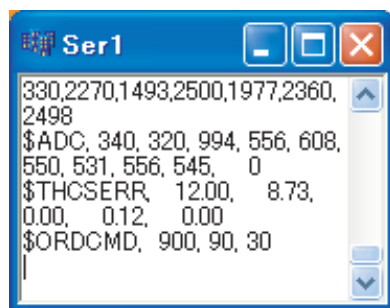

図 2.18: ダウンリンクデータの確認
- Ser1 ウィンドウ (図 2.18) がメインウィンドウ上に現れ、AP-CUB からのダウンリンクデータがテキスト表示されていることを確認します。